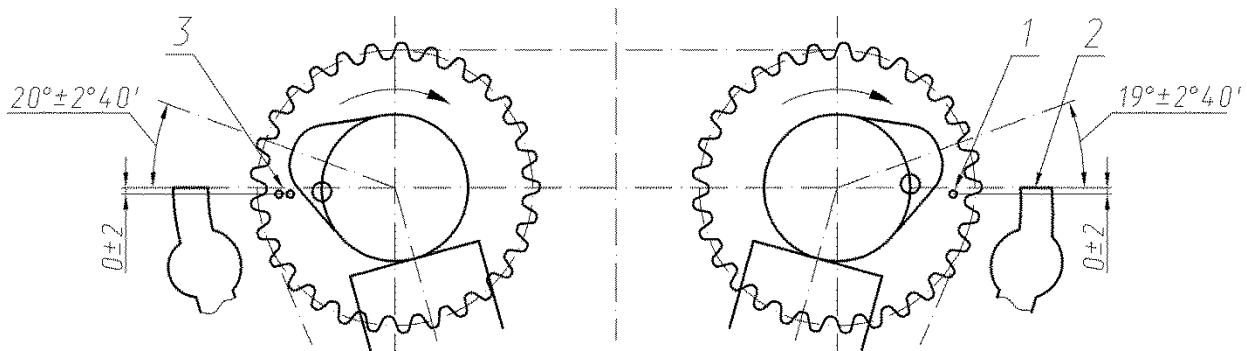

Abb. 83. Nockenwellenpositionsdiagramm an Position
In diesem Fall sollten die Nocken der Nockenwellen des 1. Zylinders und die Markierungen auf den Kettenrädern der Nockenwellen gemäß Abb. 83 angeordnet sein.
2. Sektor 3 (Abb. 84) hinter dem ersten Nocken der Nockenwelle einbauen Einlassventilwelle - Ansicht "A". Drücken Sie Sektor 3 auf die obere Ebene des Zylinderkopfes 5, legen Sie die Schablone 2 auf und drücken Sie sie fest auf die Oberfläche des ersten Nockens. In diesem Fall sollte der Pfeil der Schablone auf dem Sektor einen Winkel gemäß Abb. 83 zeigen.
Wenn der gemessene Winkelwert nicht innerhalb der Toleranz liegt (Abb. 83), wiederholen Sie die Schritte ab Punkt 1 mit einer weiteren zusätzlichen Befestigungsbohrung.
Wenn der gemessene Winkelwert nicht innerhalb der Toleranz liegt (Abb. 83), wiederholen Sie die Schritte ab Punkt 3 mit einem weiteren zusätzlichen Befestigungsloch.
9. Überprüfen Sie den Einbau der Ventilsteuerzeiten mit einem Sektor und einer Schablone Nockenocken mit Pfeil wie oben beschrieben. Liegt der gemessene Winkelwert nicht innerhalb der Toleranz (Abb. 83), muss die Korrektur der Steuerzeiten mit anderen Befestigungsbohrungen wiederholt werden.